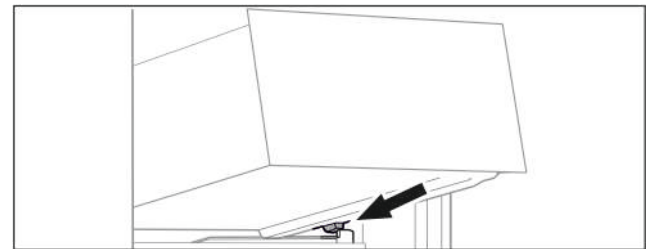

Fig. 22
- Встановити висувний ящик за стопорами на ребро для резервуару навскоси Fig. 22 ().